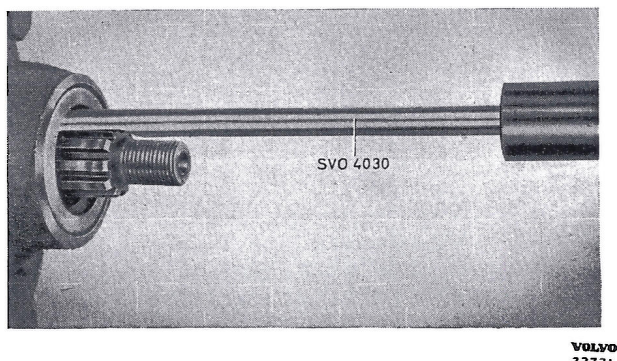

Bild 6. Demontering av tätningarring.
3. Drag ut den gamla tätningarringen med utdragare SVO 4030, bild 6. Montera den nya tätningarringen med dorn SVO 4113.